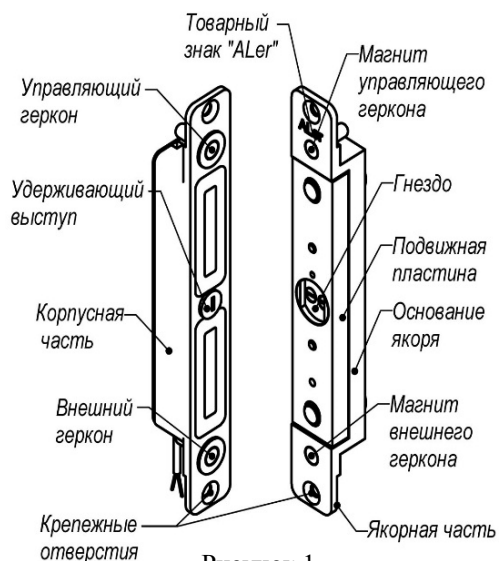

Рисунок 1
4.1 ЗАМОК состоит из корпусной и якорной частей. При закрытии двери подвижная пластина якорной части притягивается к рабочей поверхности корпусной части, при этом удерживающий выступ на корпусе входит в соответствующее гнездо пластины якоря и запирает дверь (рисунок 1). Величина удерживающего усилия замка определяется конструктивными размерами удерживающего выступа. При снятии напряжения питания ЗАМОК разблокируется, что приводит к отпиранию двери.
5.2 Для монтажа якорной части в дверном полотне симметрично кромкам двери подготавливается гнездо шириной не менее 26 мм и глубиной не менее 28 мм. Подвижная пластина якоря не должна касаться стенок гнезда при любом положении якоря. Якорная часть замка вертикального исполнения должна быть сориентирована в гнезде по установочной метке в виде товарного знака «ALer» направлением вверх (рисунок 1).